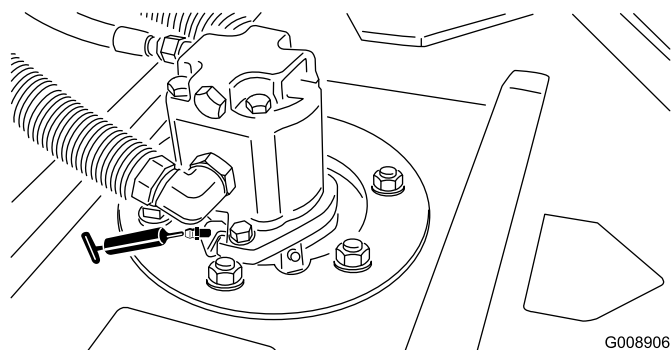

Figura 37
- Rolamentos do eixo da unidade de corte (2 por cada unidade de corte) (Figura 37)